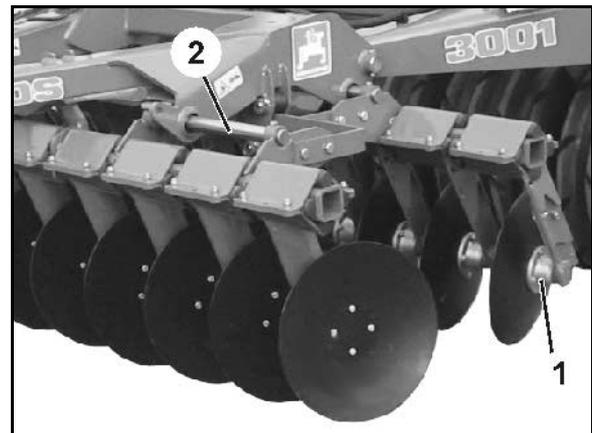

Fig. 8
Die Lagerung der Hohl­scheiben (Fig. 8/1) besteht aus einem zweireihigen Schräg-Kugellager mit Gleitringdichtung und Ölfüllung und ist wartungsfrei.
- Der Versatz der beiden Scheibenreihen wird über die Verschiebeeinheit (Fig. 8/2) auf die Arbeitstiefe und Geschwindigkeit abgestimmt. Die Einstellung erfolgt mit den **AMAZONE** - Excenterbolzen.